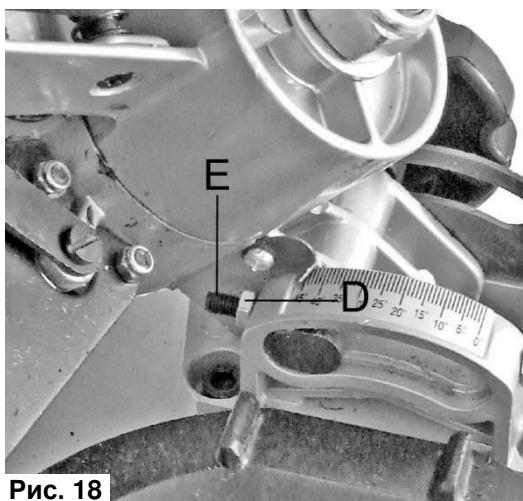
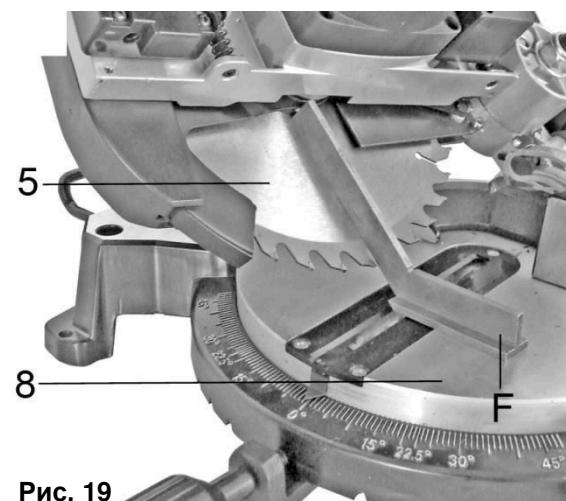

Рис. 18
Рис. 19
- Для регулирования положения 45° , приведите пилу в крайнее левое положение, ослабьте стопорную гайку (D)(См. Рис.18).
- Используя угломер (F) вращением болта (E) установите угол 45° пильного диска (5)(См. Рис.19) относительно поворотного стола (8). Затяните стопорную гайку регулировочного болта (D)(См. Рис.18).